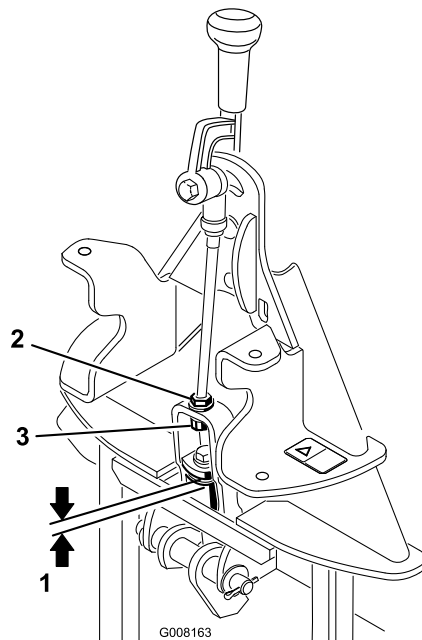

図 5
2. 図5に示すように、上面のワッシャからアタッチメントアダプタのリンクアセンブリのスペーサまでの距離を測る。